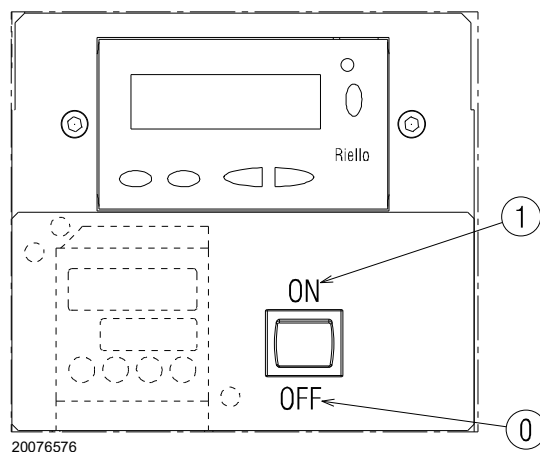

Fig. 27
Chiudere i termostati/pressostati e mettere l'interruttore di Fig. 27 in posizione "1/ON".
- mettere l'interruttore di Fig. 27 in posizione "0/OFF" ed attendere che il controllo fiamma esegua la fase di spegnimento;